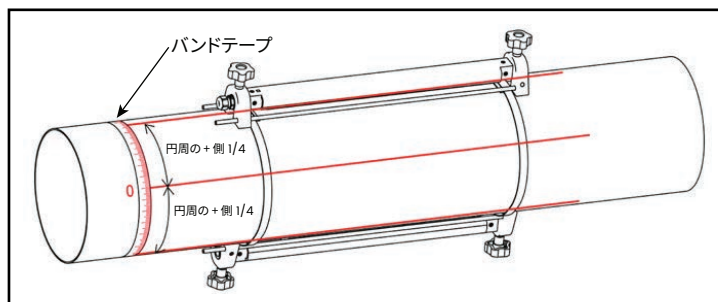

図 19：2 個の治具を使用したトラバース数が1となる設置
3. 管に 2 個の取り付けストラップを約 30 cm 間隔で取り付けます（以下の図 19 を参照）。